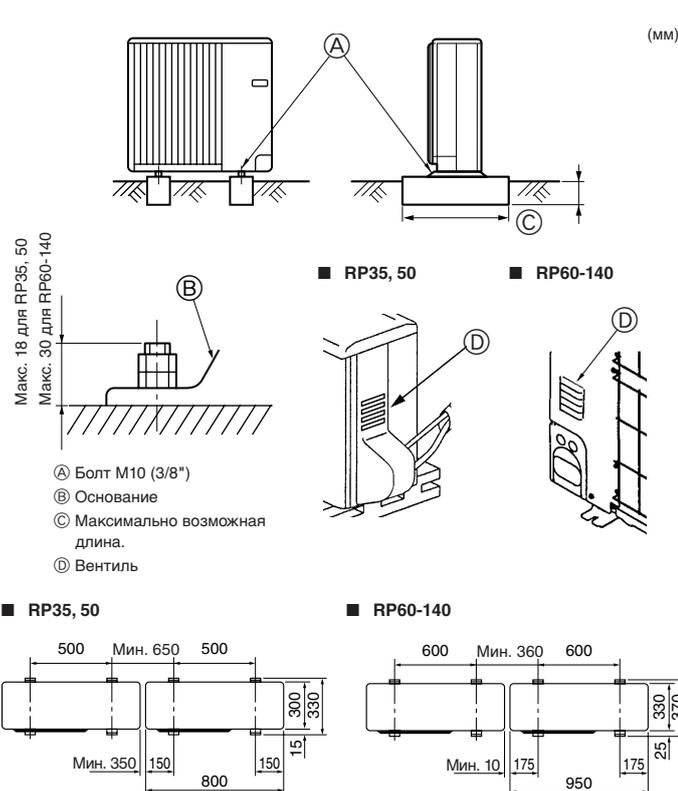

Fig. 3-1
- Обязательно устанавливайте прибор на твердой ровной поверхности для предотвращения его дребезжания во время эксплуатации. (Fig. 3-1) <Требования к фундаменту>